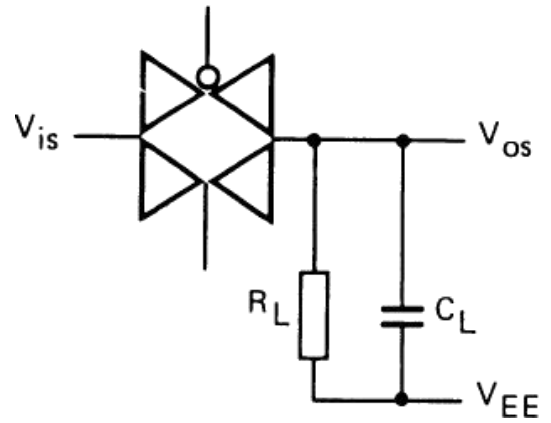

图 4
4. R_L=10KΩ; C_L=15pF; 通道开; Vis=V_{DD (P-P) /2}(正弦波, 在 V_{DD/2} 处对称), fis=1KHz; 如图 4 所示
7. R_L=1KΩ; C_L=5pF; 通道关; Vis=V_{DD (P-P) /2}(正弦波, 在 V_{DD/2} 处对称); 20lg(Vos/Vis)=-50dB; 如图 4 所示
8. R_L=1KΩ; C_L=5pF; 通道开; Vis=V_{DD (P-P) /2}(正弦波, 在 V_{DD/2} 处对称); 20lg(Vos/Vis)=-3dB; 如图 4 所示